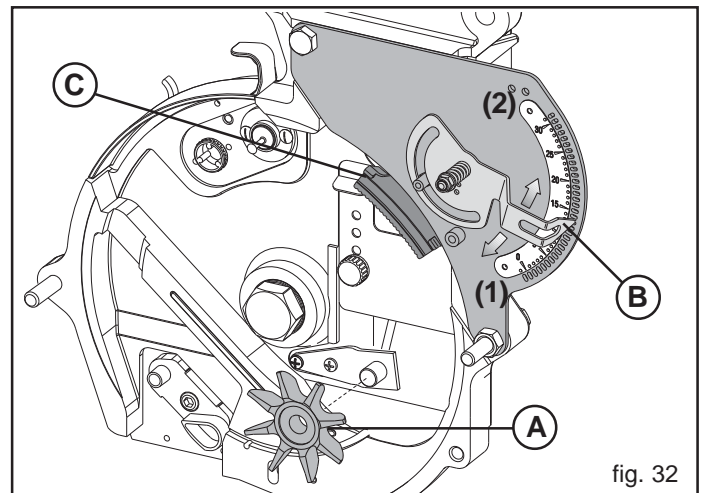

fig. 32
Nelle dotazioni di serie, la Ditta Costruttrice fornisce (smontato) l'agitatore semi per ogni singolo distributore (A, Fig. 32).
Spostando l'indice (B, Fig. 32) si comanda un cursore (C, Fig. 32) che sfiora il disco in prossimità dei fori, provocando la caduta dei semi in eccesso. Il selettore si regola ad ogni cambio di seme e di disco, verso il basso per semi piccoli (1, Fig. 32) o verso l'alto per semi grossi (2).
IMPORTANTE: Il selettore non regola la portata d'aria nel distributore; sostituire il cursore (C, Fig. 32) quando si cambia tipologia di semina (fila singola, doppia fila o tripla fila).